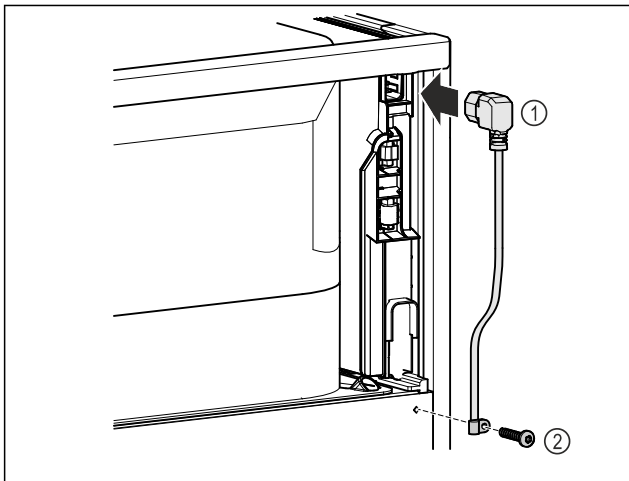

Fig. 40
- ▶ Kaltgerätebuchse der Netzanschlussleitung Fig. 40 (1) auf der Rückseite des Gerätes einstecken.
- ▶ Zugentlastung montieren. Fig. 40 (2)